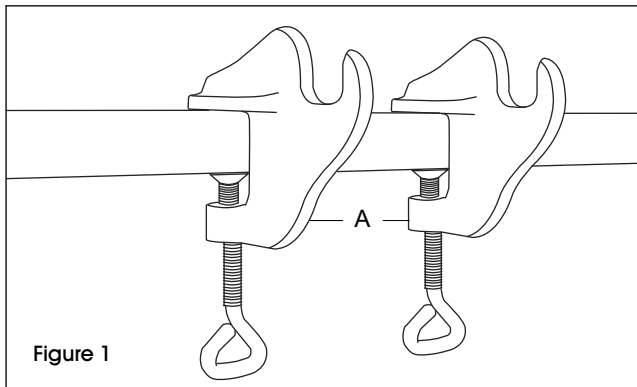

Figure 1
1. Attach the two metal clamp brackets (A) approximately 4½" apart to any straight-edge table with a depth 1½" and height of up to 36". (See Figure 1)
1. Fixez les deux supports de serrage en métal (A) à environ 11,4 cm (4 ½ po) l'un de l'autre à un bord de table droit ayant une profondeur de 3,8 cm (1 ½ po) et une hauteur de 91,4 cm (36 po). (Voir Figure 1)